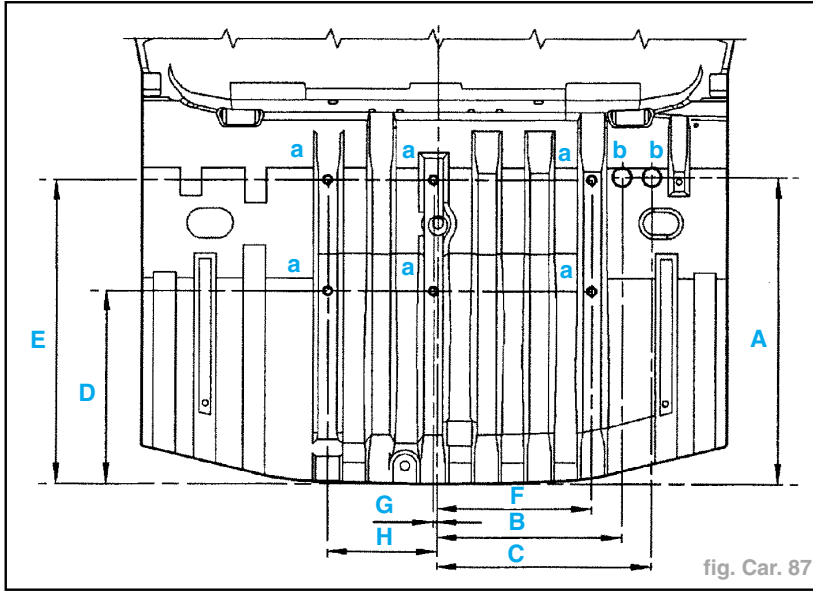

fig. Car. 87
- Cotes mesurées (fig. Car. 87).